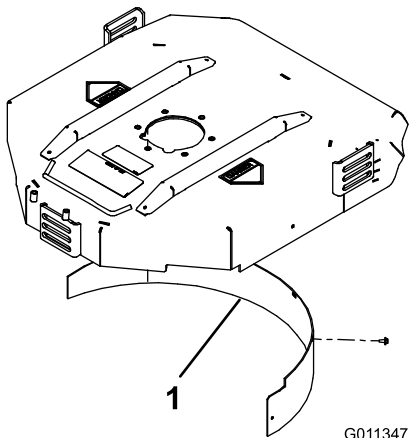

Figura 20
- Montate il deflettore per mulching nell'apertura posteriore e fissatelo con 5 bulloni a testa flangiata (Figura 20).